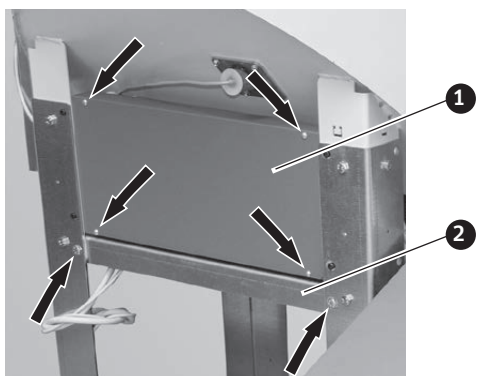
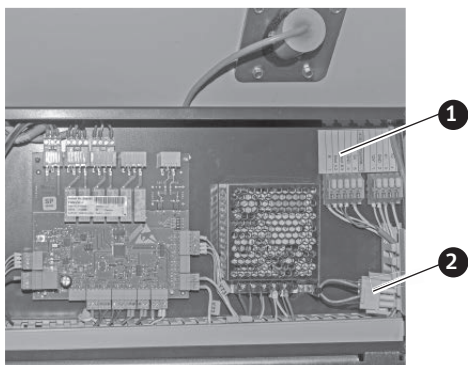
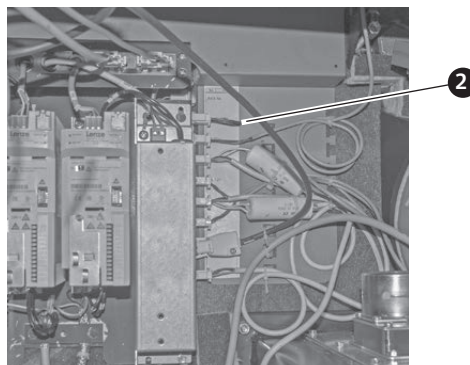

Fig. 257 Rimuovere la copertura del quadro di comando 2 e la barra trasversale
Fig. 259 Estrarre la spina con ponte
Fig. 260 Inserire la spina con ponte in SRAS 230V
- ▶ Svitare la copertura del quadro di comando 2 sulla stiva (Fig. 257), estrarre la spina con ponte (Fig. 259) e inserirla nella consolle di collegamento della caldaia in corrispondenza di SRAS 230V – Fig. 260.
- ▶ Ripiegare il quadro di comando 2 verso l'alto, dopo aver rimosso la barra trasversale con le 2 viti sotto il quadro di comando 2 a tal scopo – Fig. 257.